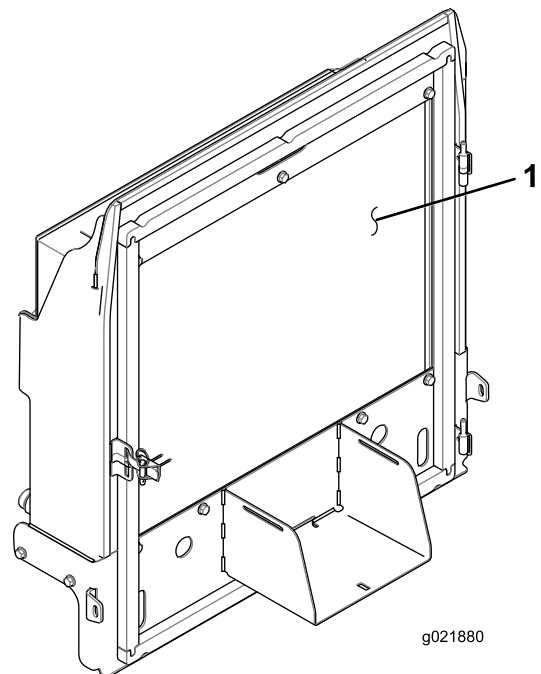

Bild 92
4. Reinigen Sie beide Seiten des Kühlers bzw. Ölkühlers gründlich mit Druckluft (Bild 92).